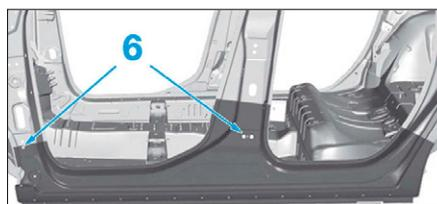

FIG. 100
- Ajuster et positionner le bas de caisse (**Fig.100**).